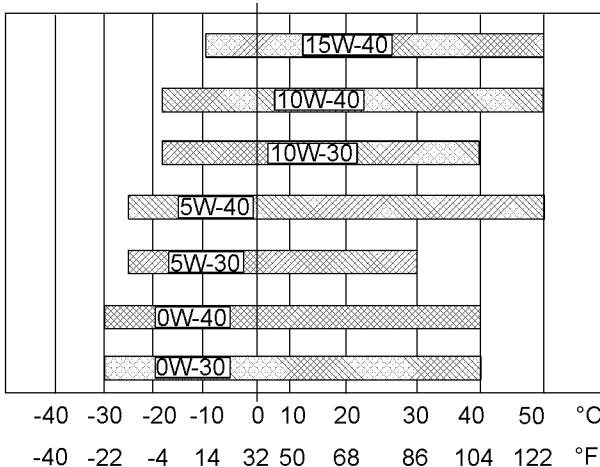

图 57
请参阅图 57 (最低温度) 以确定发动机冷起动时所需要的机油粘度。
请参阅图 57 (最高温度) 以选择发动机在预期的最高环境温度下运行时所需要的机油粘度。
- 请参阅适用的“机油粘度”。为找到适合您的发动机的机油粘度等级，请参阅图 57。